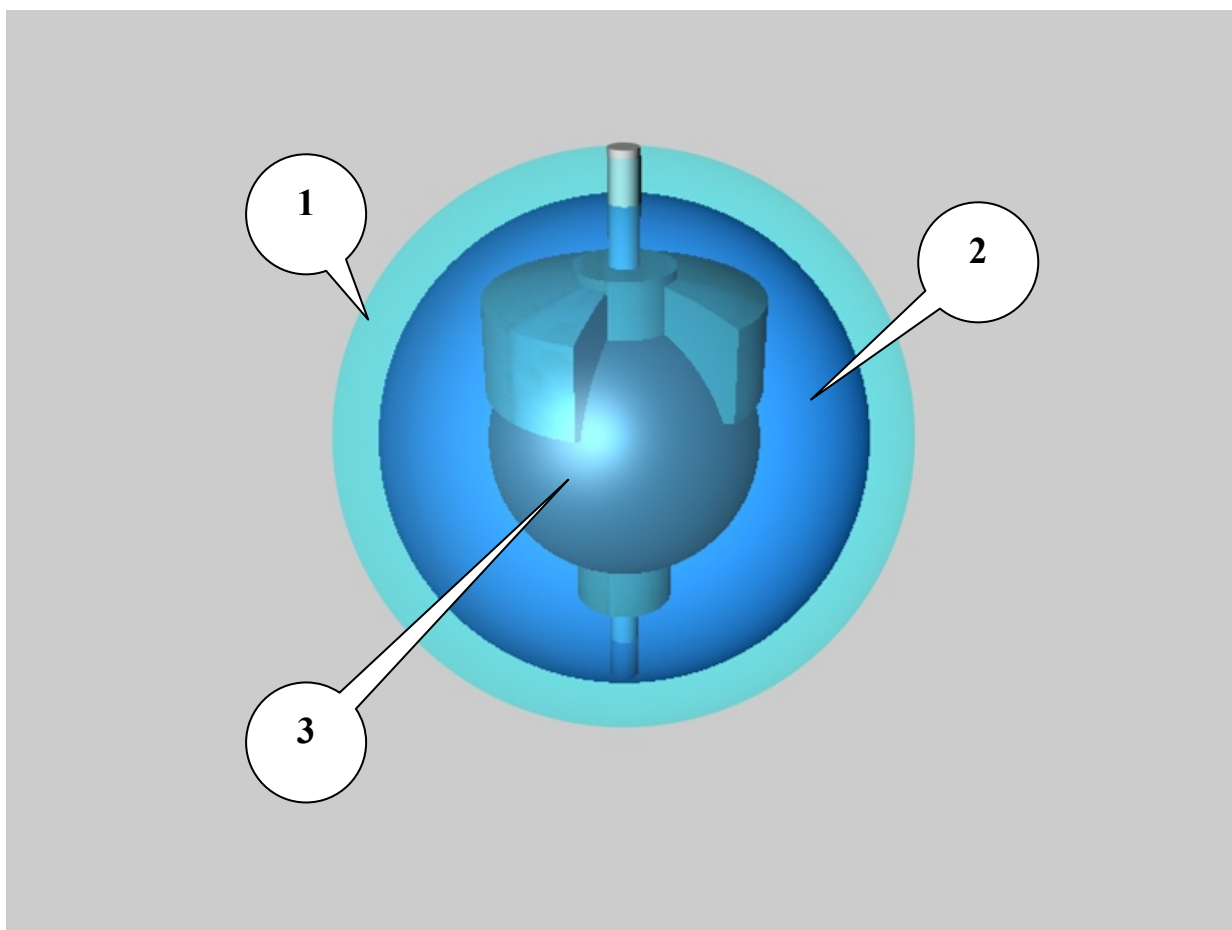

Рисунок 10.
На рисунке 9 показана структура обычного шара, который состоит из покрытия (1), и ядра (2). Такие шары применяются во всех боулинг-центрах и имеют название хауз-бол. Выполнены они из однородного материала. Спортивный шар (рис.10) устроен намного сложнее. Под покрытием (1), находится ядро заливка (2). Внутри располагается весовой блок- **weight block** (3). Весовой блок может состоять из нескольких частей и иметь разные формы. Зависит от назначения шара. Именно весовой блок в ядре шара влияет на траекторию движения. Следующий важный фактор, это материал из которого выполнено покрытие шара.